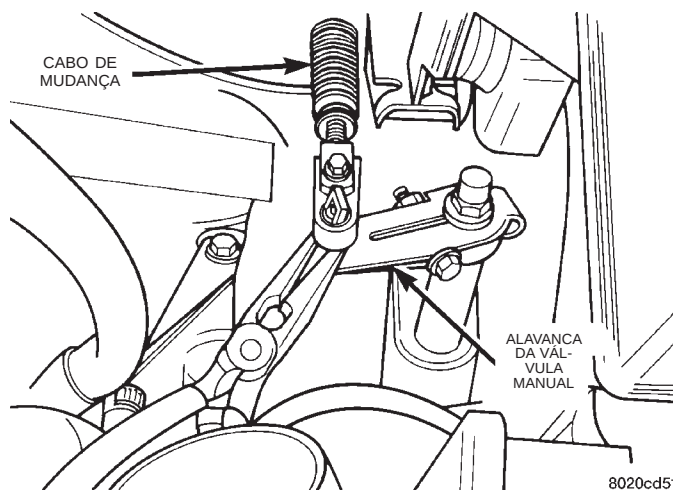

Fig. 34 Articulação de Mudança na Alavanca da Válvula Manual
- (1) Desconecte o cabo negativo da bateria.
- (2) Remova o duto do purificador de ar. Desconecte a articulação de mudança da transmissão na alavanca da válvula manual (Fig. 34).